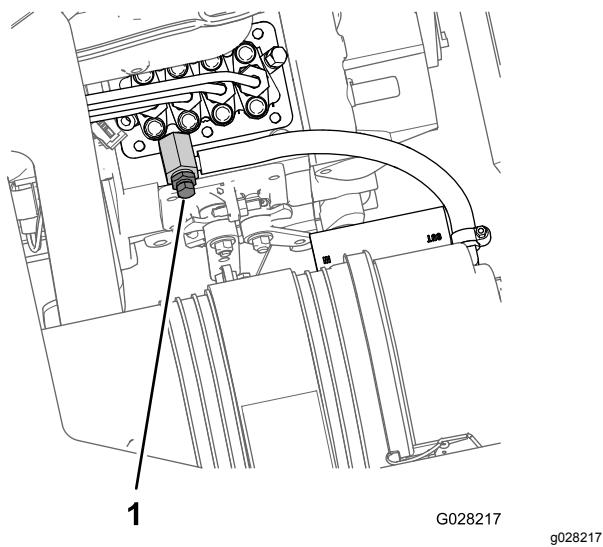

図 55
8. エンジンの燃料噴射ポンプ部分の下に容器を置く図 55。
9. 燃料噴射ポンプのエア抜きねじを開ける図 55
11. ねじの周囲から燃料が連続的に流れるのが確認できるまでキーを ON に保持しておく図 55。
12. エア抜きねじ図 55を締めて始動キーを OFF にする